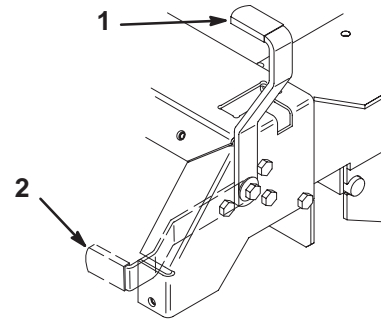

Figure 5
- 2. Tirez le frein de stationnement en arrière et vers le haut pour le serrer (Fig. 5). Une fois serré, le frein de stationnement ne doit plus bouger.
Poussez le levier du frein de stationnement vers l'avant et vers le bas (Fig. 5) afin de le desserrer.